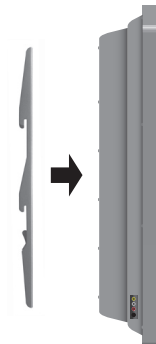

Fig. 2 – Fije los brazos a la parte posterior de la pantalla
3. Fije los brazos a la parte posterior de la pantalla utilizando los pernos identificados en los Pasos 1 y 2, junto con la Arandela de fijación correspondiente (C, F, I o L) (vea las Figs. 2 y 3).
- A. Si está utilizando pernos M4, M5 o M6 (Bolsas 1, 2 y 3 respectivamente), necesitará utilizar además las Arandelas M6 (O).
- B. Si está utilizando uno de los pernos más largos en una pantalla con una superficie posterior curva o en relieve, utilizará además un Separador (M o N). Utilice el Separador pequeño (M) para pernos M4 o M5 y el Separador grande (N) para pernos M6 y M8.